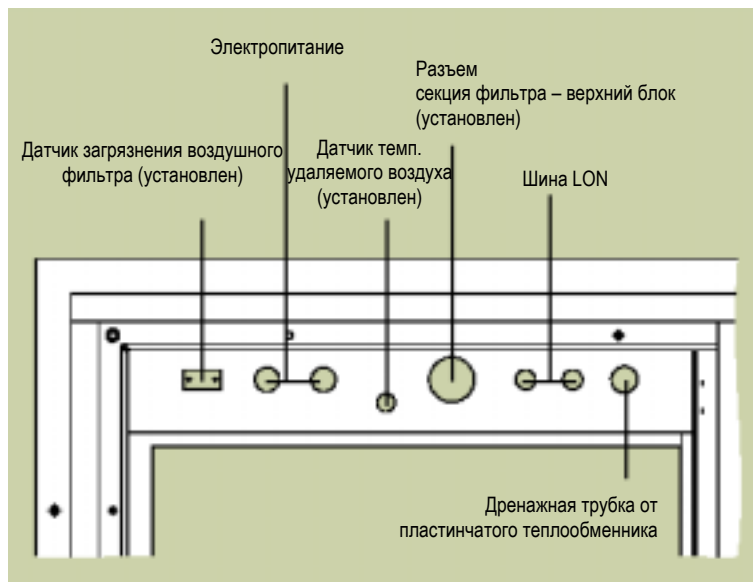

Рис. 3: Отверстия в раме секции воздушного фильтра для прокладки кабелей и трубок
- Слив конденсата из пластинчатого теплообменника, расположенного в верхнем блоке агрегата. Протяните резиновую трубку через отверстие рамы секции фильтра на линии вытяжки (рис. 3).